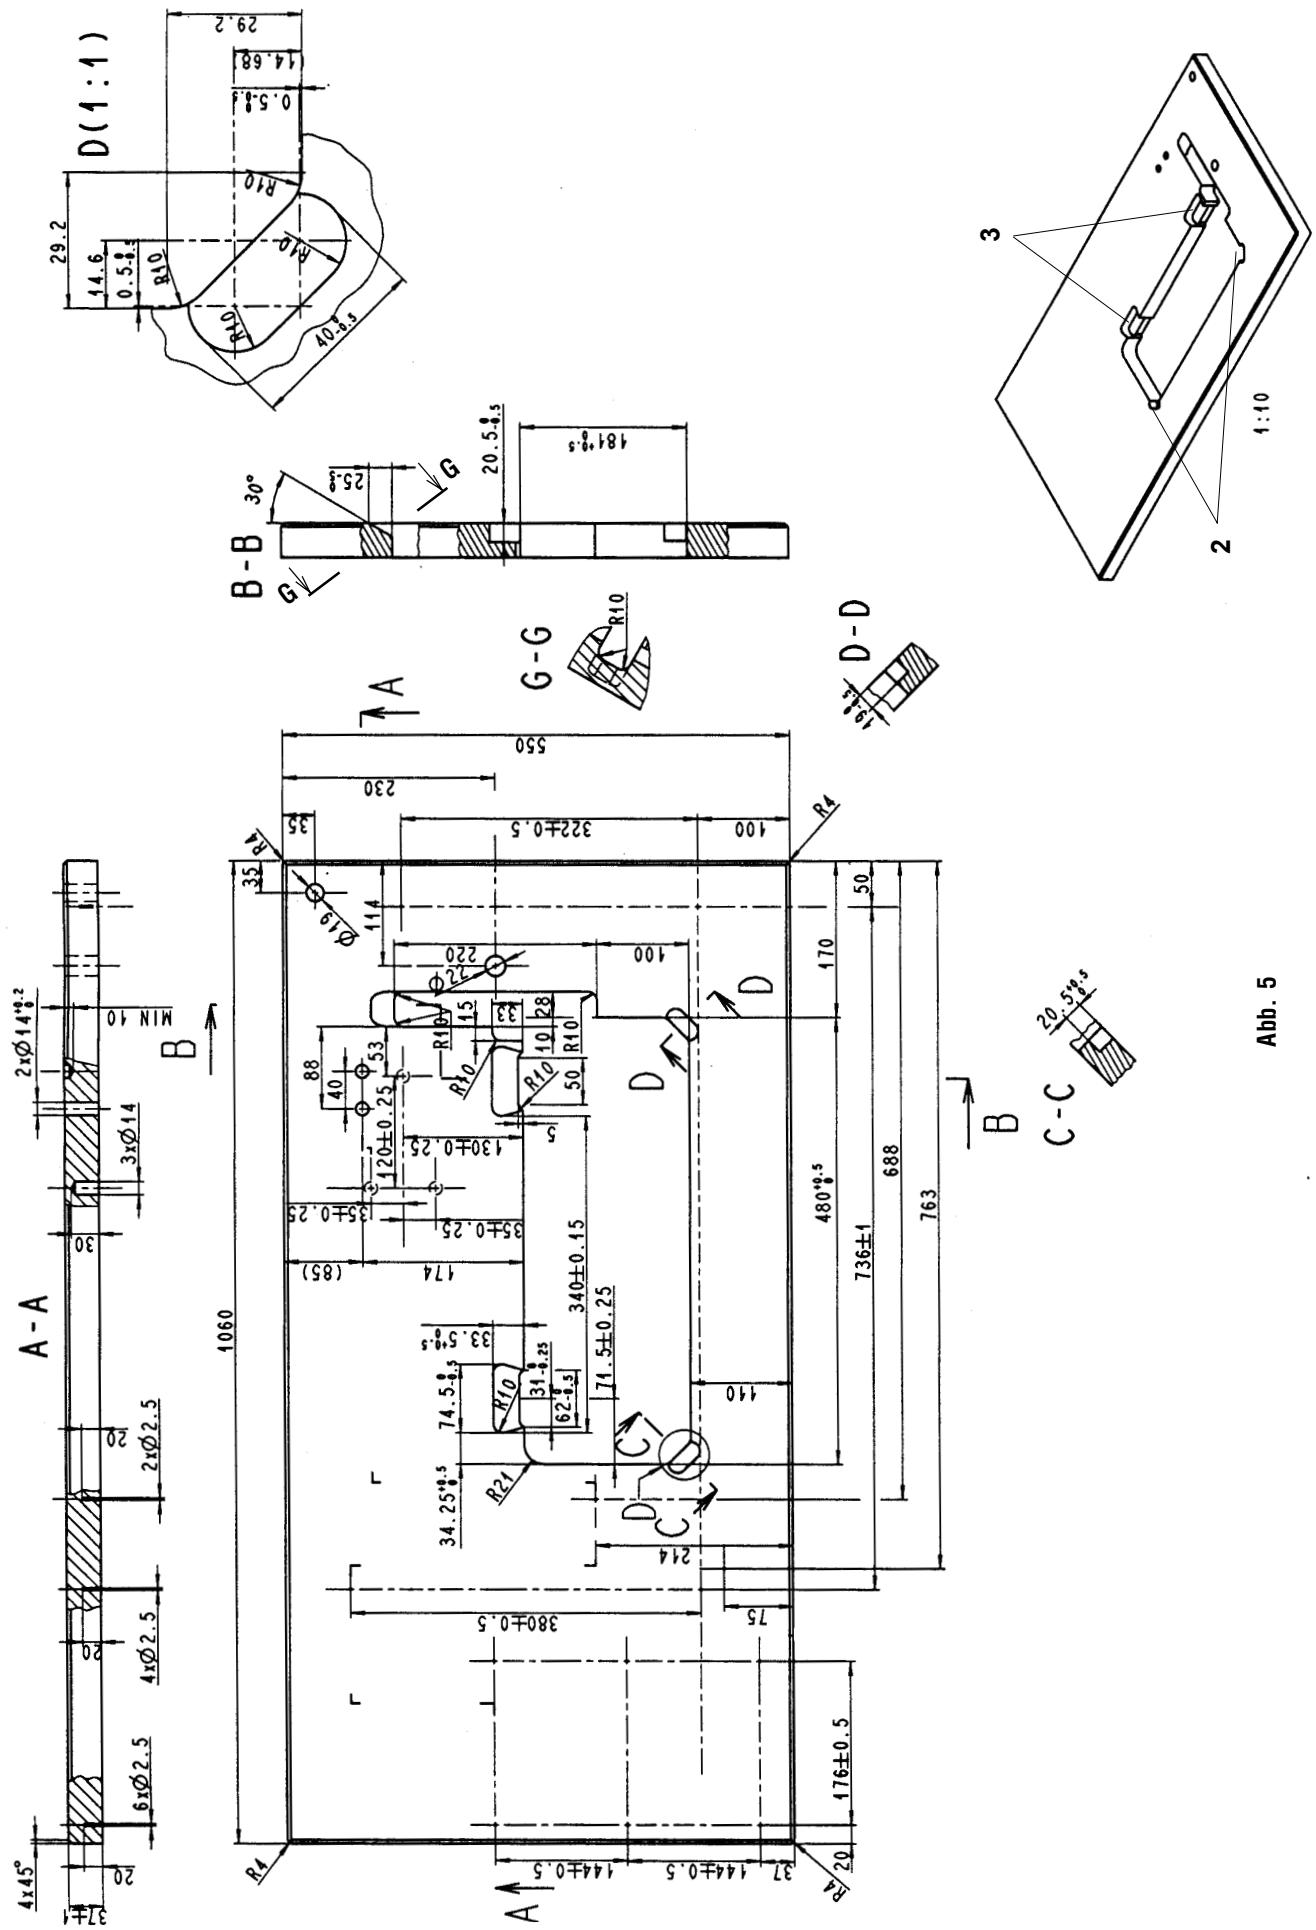

Abb. 5
Für den Fall, daß der Kunde sich selbst seine eigene Gestellplatte sichern wird, ist ihre Zeichnung auf der Seite 4 angegeben (Abb. 5).
Die Gummieinlagen zur Lagerung des Maschinenkopfes in die Aussparung (2 und 3, Abb. 5) einlegen. Zur besseren Anfassung empfehlen wir die Einlagen aufzukleben. Bei der Montage der Wanne (1, Abb. 2) darauf achten, daß am ganzen Umfang der Wanne der Abstand "X" zwischen dem Wanneninneren und dem Umfang des Ausschnittes in der Gestellplatte (2) eingehalten wird.